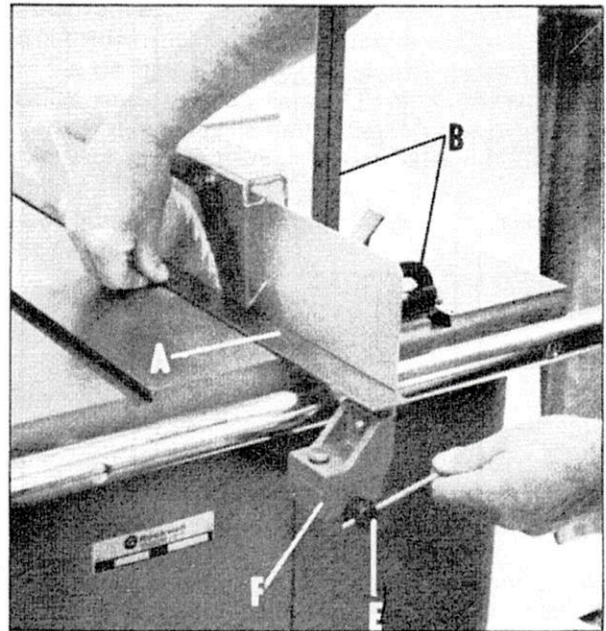

Fig. 12
9. Using a straight edge (A) and square (B) Fig. 12, align the splitter with the blade and table by rotating eccentric rod (E) and rotating bracket (F) until the splitter is in perfect alignment with the blade and square with the table. NOTE: A nail or small rod can be inserted in hole in end of eccentric rod in order to rotate rod, as shown in Fig. 12.
10. When splitter is in alignment with the blade and square with the table, tighten two screws located underneath the bracket (F) and the nut located inside the cabinet on the other end of eccentric rod (E) Fig. 12.
9. Avec une règle et une équerre (A et B sur la figure 12), mettez le diviseur en ligne avec la lame et d'équerre avec la table en tournant l'excentrique (E) et le support (F) pour l'amener à la position voulue. REMARQUE: pour tourner l'excentrique, glissez une pointe ou une tige quelconque dans le trou qui se trouve à son extrémité (voir figure 12).
10. Quand le diviseur est en ligne avec la lame et d'équerre avec la table, serrez les deux vis qui se trouvent sous le support (F), ainsi que l'écrou qui se visse sur l'autre extrémité de l'excentrique (E), à l'intérieur du banc (figure 12).